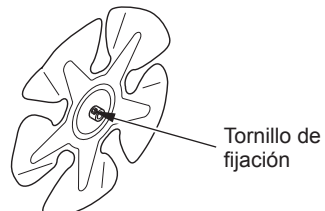

Figura 10 - Ubicación del tornillo de fijación
3. Use una llave hexagonal para aflojar el tornillo de fijación que sostiene el eje del motor (consulte la figura 10). Retire el ventilador. Tenga cuidado de no dañar la inclinación de las aspas del ventilador.
3. Use una llave hexagonal para aflojar el tornillo de fijación que sujeta el ventilador al eje del motor (consulte la figura 10).